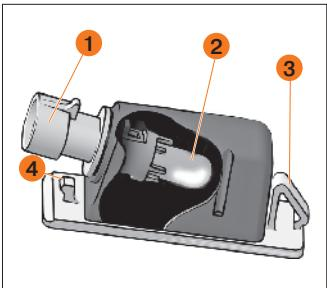

Рис. 87. Фонарь освещения номерного знака
Для замены лампы в **фонаре освещения номерного знака** снимите его с автомобиля. В посадочном гнезде фонарь удерживается пружинной защелкой **3** и фиксатором **4** (рис. 87).
- воздействия с левой стороны фонаря, например, лезвием ключа выключателя зажигания, аккуратно сдвиньте его вправо и выведите фиксатор **4** из зацепления (рис. 87);
- воздействия на пружинную защелку **3** с правой стороны фонаря лезвием ключа, аккуратно сдвиньте его влево и выведите фонарь из посадочного места (рис. 87);
- повернув патрон **1** (рис. 87) против часовой стрелки, выньте его в сборе с лампой из корпуса фонаря и извлеките лампу **2** (рис. 87), потянув ее на себя.